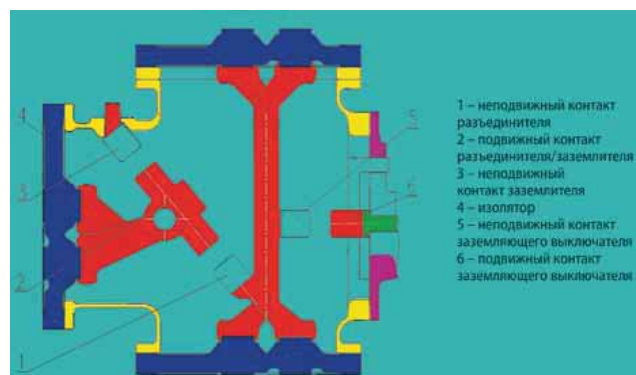

Рис. 4.5 Трехпозиционный выключатель входящей и выходящей линий электропередачи
**Примечание 3:** Трехпозиционный выключатель входящей и выходящей линий электропередачи (см. рис. 4.5)